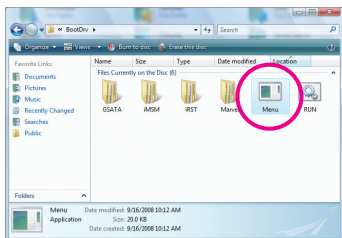
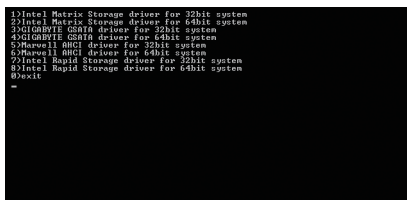

図 2
図 3
- 2: 光学ドライブフォルダから、**BootDrv** フォルダの **Menu.exe** ファイルをダブルクリックします (図 2)。図 3 のようなコマンドプロンプトウィンドウが開きます。
- 3: 空のフォーマット済みディスクを挿入します。メニューから対応する文字を押すことでコントローラドライバを選択し、<Enter>を押します。例えば、図 3 でメニューから: